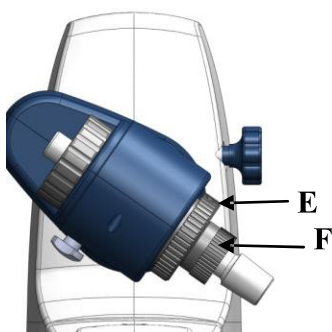

Рис. 9
Освободите зажимное устройство паровой трубки, повернув его на 60° против часовой стрелки (Е) (рис. 9).
При помощи пластиковой гайки (F) можно ослабить притертые соединения (рис. 9).
- После этого поверните гайку (F) до шейки зажимного устройства.